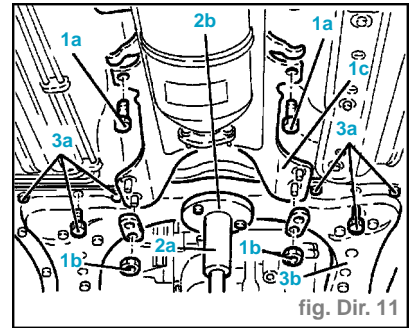

fig. Dir. 11
- Enlever le support rigide (3) de la tuyauterie de vidange.
- Dévisser les vis (1a) et les écrous (1b) du support des leviers de commande BV et frein à main (1) (fig. Dir. 11).